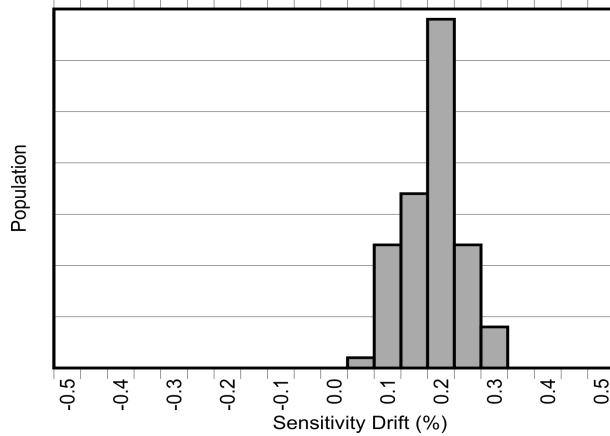
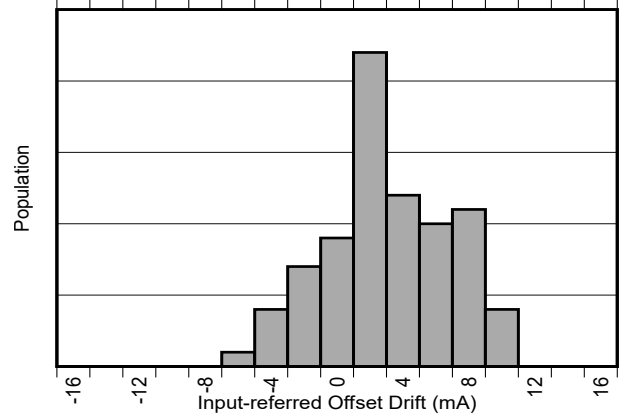

図 8-3. AEC-Q100 高温動作寿命ストレス テスト後の感度誤差ドリフト
図 8-4. AEC-Q100 高温動作寿命ストレス テスト後の入力換算オフセットドリフト
一般的な磁気電流センサでは、温度ドリフトが大きいことに加え、デバイスの寿命全体の経年劣化により、感度に 2%～3%のドリフトもさらに影響されます。TMCS1126 で温度ドリフトを低減するために使用されているのと同じ独自の補償技法も使用されます。これにより、特に動作温度が高いときに、ストレスや環境条件による経年変化による寿命ドリフトを大幅に低減できます。電気的特性に示すように、TMCS1126 は標準 3 ロットの AEC-Q100 認定において、130°C、相対湿度 (RH) 85% での高度加速ストレス試験 (HAST) の後、業界をリードする寿命感度ドリフトを実現しています。AEC-Q100 認定の規定に準じた 1000 時間に及ぶ 125°C の高温動作寿命ストレス テストの後、電気的特性 で規定される範囲内の低感度およびオフセットのドリフトも確認されています。これらのテストは、デバイスの寿命全体での標準的な動作を模倣しており、標準的な磁気電流センサに比べて経年劣化によるデバイス性能の変動が大幅に改善されることを示しています。AEC-Q100 に規定されている 1000 時間 125°C 高温動作寿命ストレステスト後の感度およびオフセットドリフトを、図 8-3 および 図 8-4 に示します。デバイスの動作性能は、デバイスの寿命全体にわたって変化します。このテストは、デバイスの寿命全体にわたる標準的な動作を模倣しており、標準的な磁気センサに比べてデバイスが性能を大幅に向上する可能性があることを示しています。